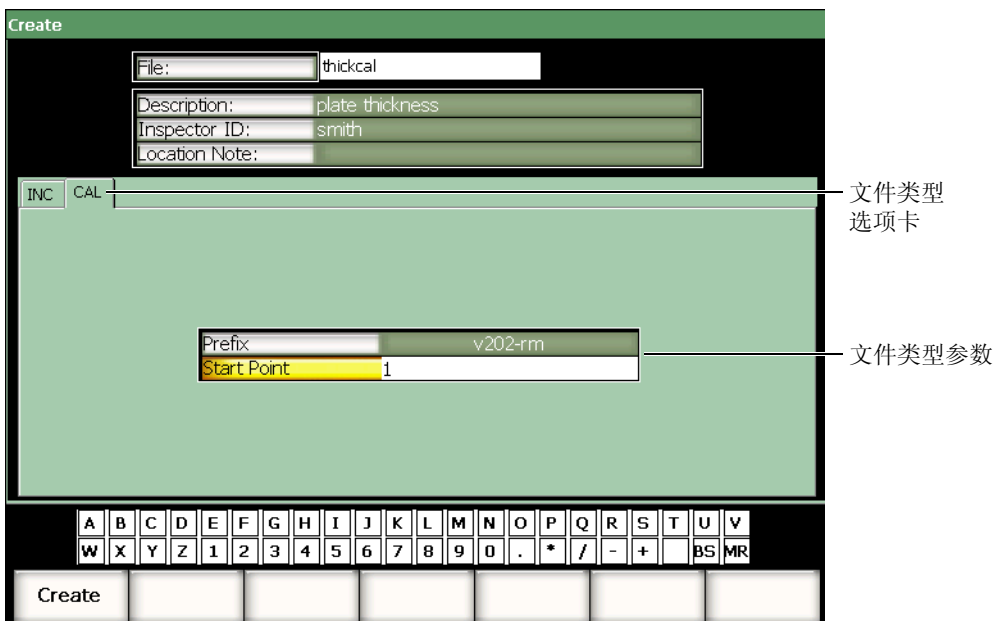

图 10-1 创建设置页面
1. 选择 **5/5 > Files**（文件）> **Create**（创建），打开 **Create**（创建）设置页面，如第 164 页的图 10-1 所示。
4. 选择所需的文件类型选项卡（第 164 页的图 10-1 示例中选择了 **CAL**（校准））。要了解更多有关可选文件类型的信息，请参阅第 171 页的第 10.3.6 小节。